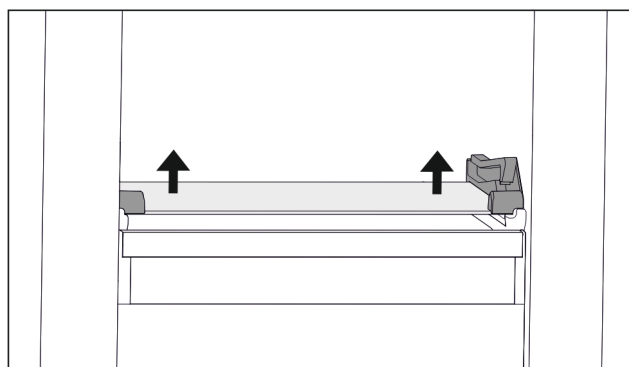

Fig. 131 Glasplatte des abklappbaren Schubfachs
- Glasplatte von unten beidseitig nach oben drücken. (zie Fig. 131)